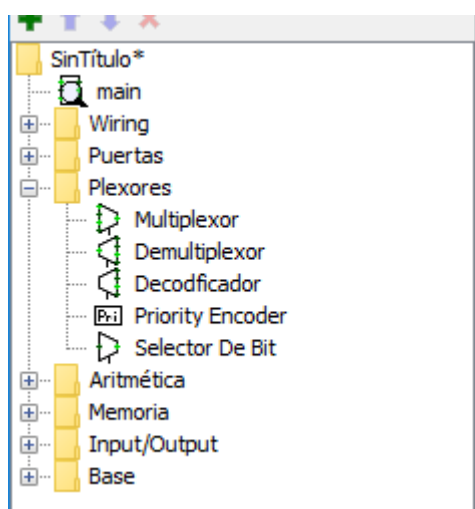

Figura 5.5: Componentes de la librería Plexores.
- Completa el circuito "MUX 8x1" siguiendo el diagrama que muestra la figura 5.5.